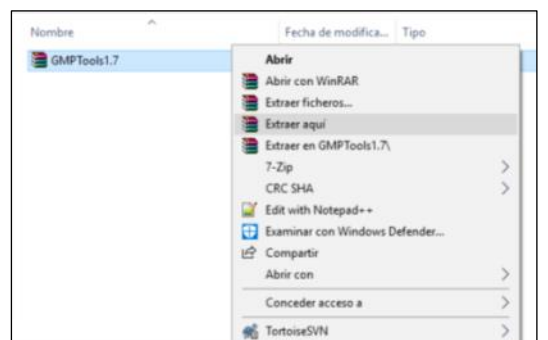

Abb. 2.3
- Entpacken Sie die GMPTools-Datei. Klicken Sie mit der rechten Maustaste auf die GMPTools-Datei und wählen Sie dann **Extrahieren hier** (Abb. 2.3).